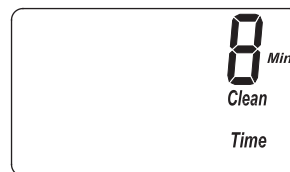

FIG. 28
1. Mantenga oprimido el botón PROGRAM (Programar) hasta que aparezca la pantalla que se indica en la Fig. 24. Cuando ello ocurra, oprima tres veces el botón PROGRAM (Programar) y aparecerá la pantalla que se indica en la Fig. 28.